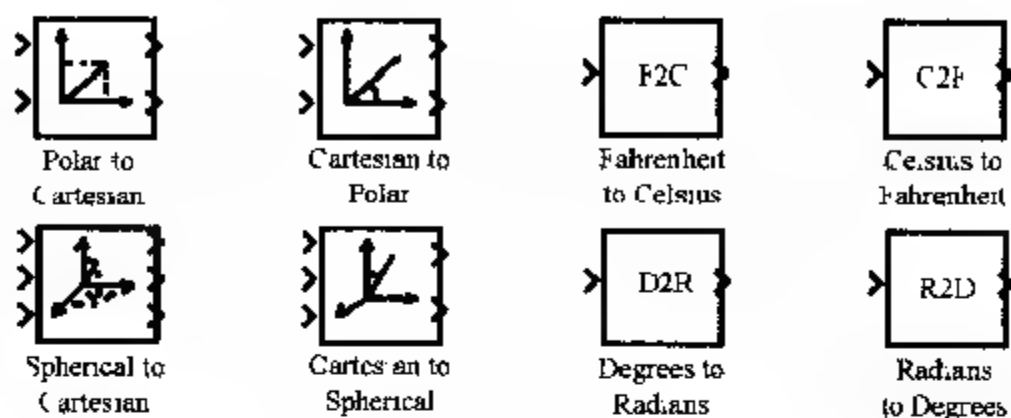

图 6.58 转换库中的模块
6) 转换库中包含的模块如图 6.58 所示。有: 极坐标与笛卡儿坐标相互转换两个模